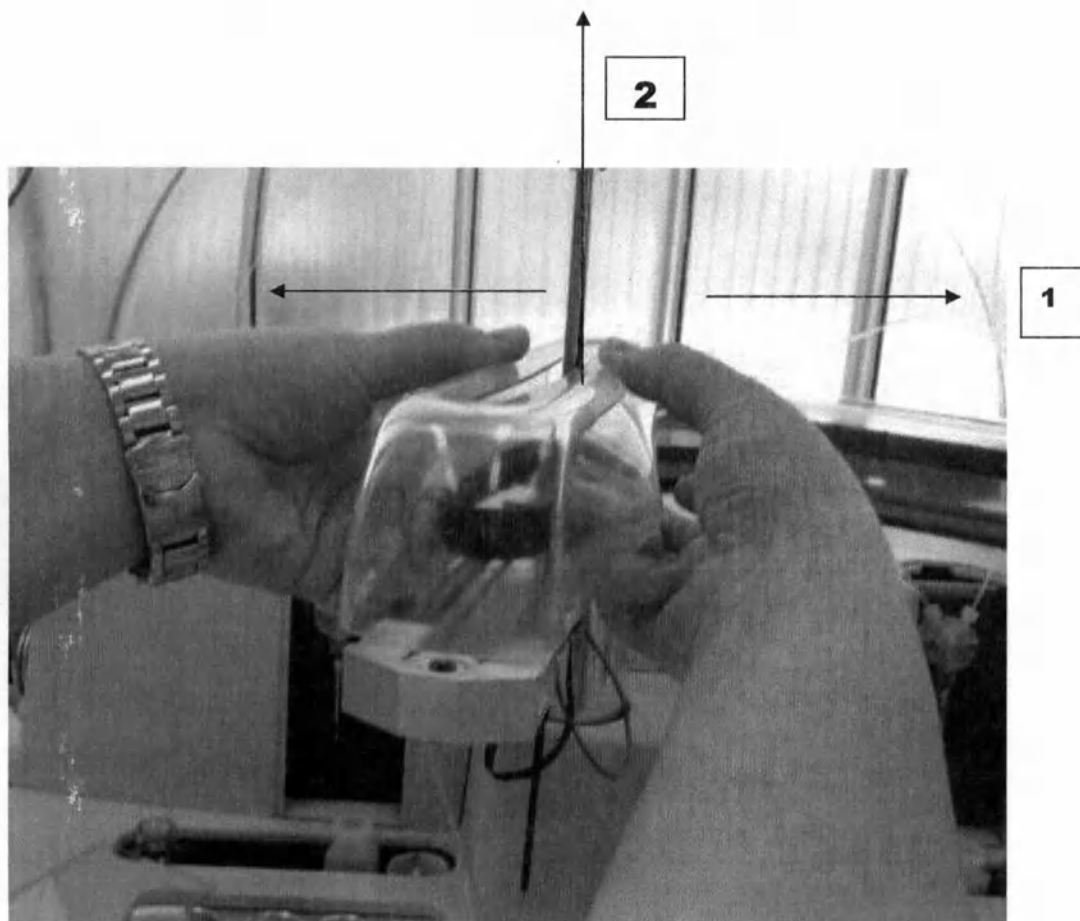

Рис.5.9 Как снять защитную крышку пипеток
- 1) Снимите крышку (рис. 5.9)